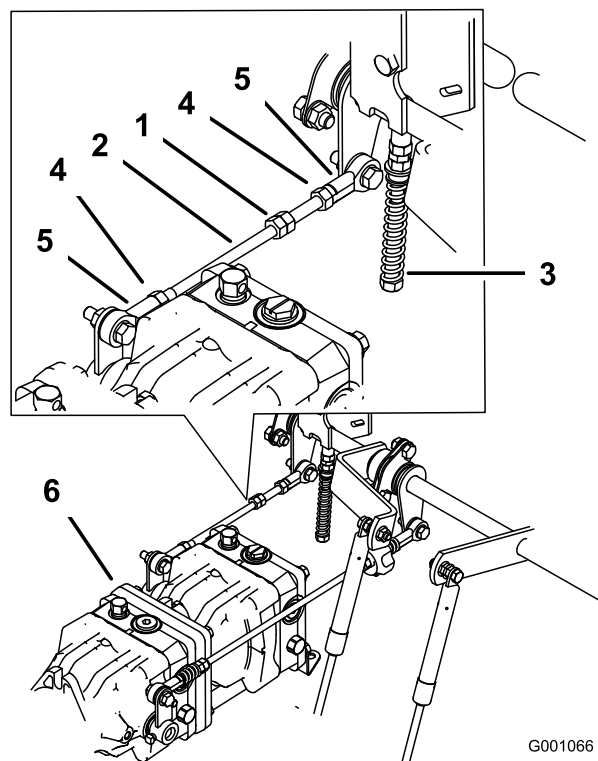

Figure 80
- Serrez les contre-écrous contre les rotules (Figure 80).
- Desserrez les contre-écrous sur les rotules de la tige de commande de la pompe (Figure 80).
- Réglez la longueur de la tige de pompe en tournant les doubles écrous dans le sens voulu, jusqu'à ce que la roue soit immobilisée ou tourne légèrement en marche arrière (Figure 80).